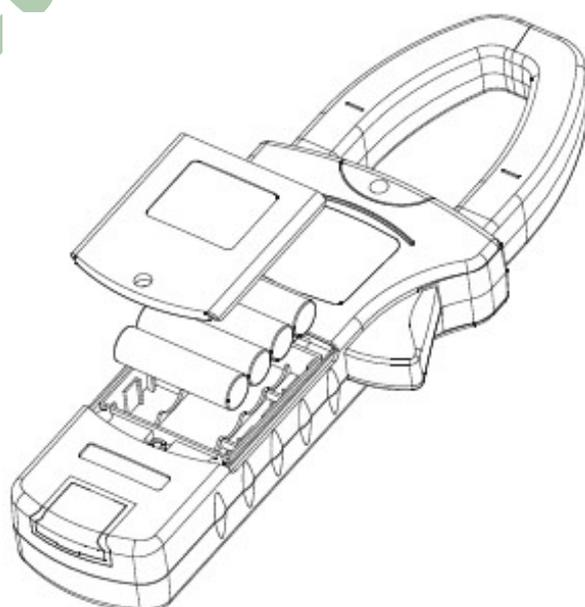

Figura 31
10. Reemplazo de baterías (Figura 31)